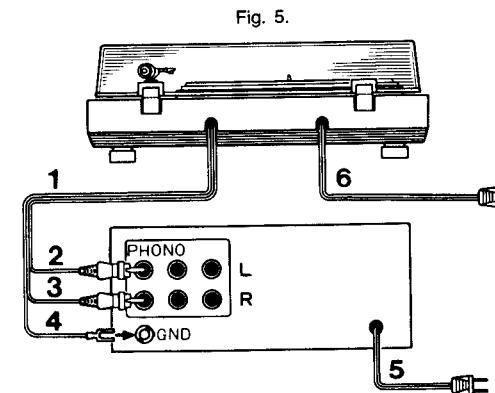

Fig. 5.
4. Raccordez le câble de sortie, ensuite le cordon secteur (Fig. 5)
4. Nf-Anschlußkabel und Massekabel mit dem Stereo-Verstärker oder -Receiver verbinden. Dann das Netz-kabel anschließen. (Fig. 5)
4. Eerst de signaalkabel en dan het stroomsnoer aansluiten (Fig. 5).
4. Anslut audiolablarna och sedan nätkabeln (Fig. 5).